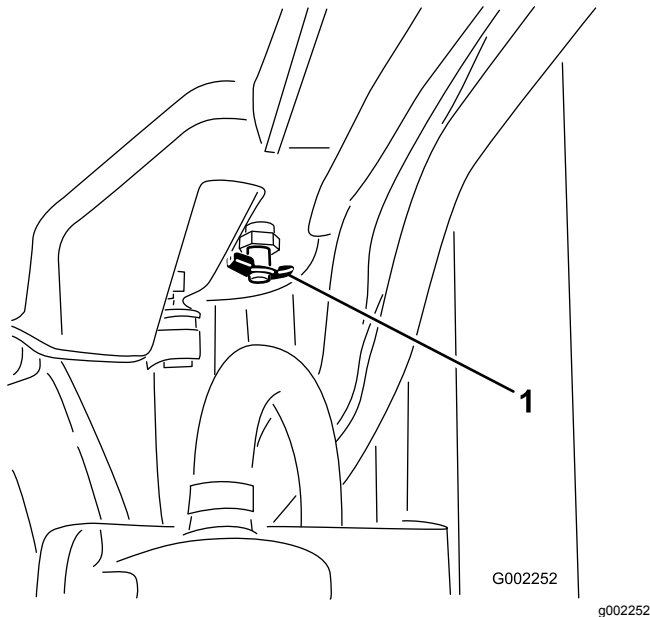

Figure 89
4. Ouvrez le robinet de vidange et vidangez le liquide de refroidissement dans le bac (Figure 89).
5. Fermez le robinet de vidange (Figure 89).